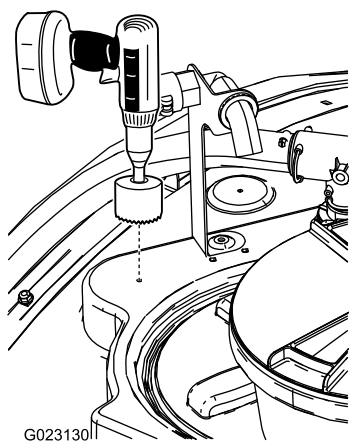

Рисунок 15
1. Найдите переднее место в верхней части бака, как показано на Рисунок 15.
2. Используйте цилиндрическую пилу диаметром 9 см, чтобы просверлить отверстие в отмеченном месте для сверления (Рисунок 15).